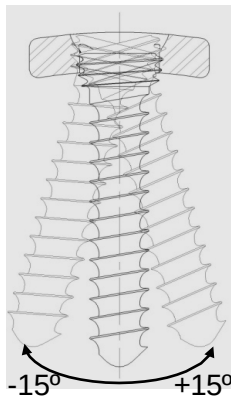

Figura 1: Ilustración de la variación del ángulo en el orificio de la placa.
- placas bloqueadas de fijación rígida, simulando un fijador interno donde los tornillos tienen un perfil específico de rosca en su cabeza, que al ser fijados con los instrumentos adecuados, permite al cirujano fijar con un ángulo variable de $\pm 15^\circ$ en el orificio roscado de la placa, formando un cono imaginario, como se muestra en la Figura 1.